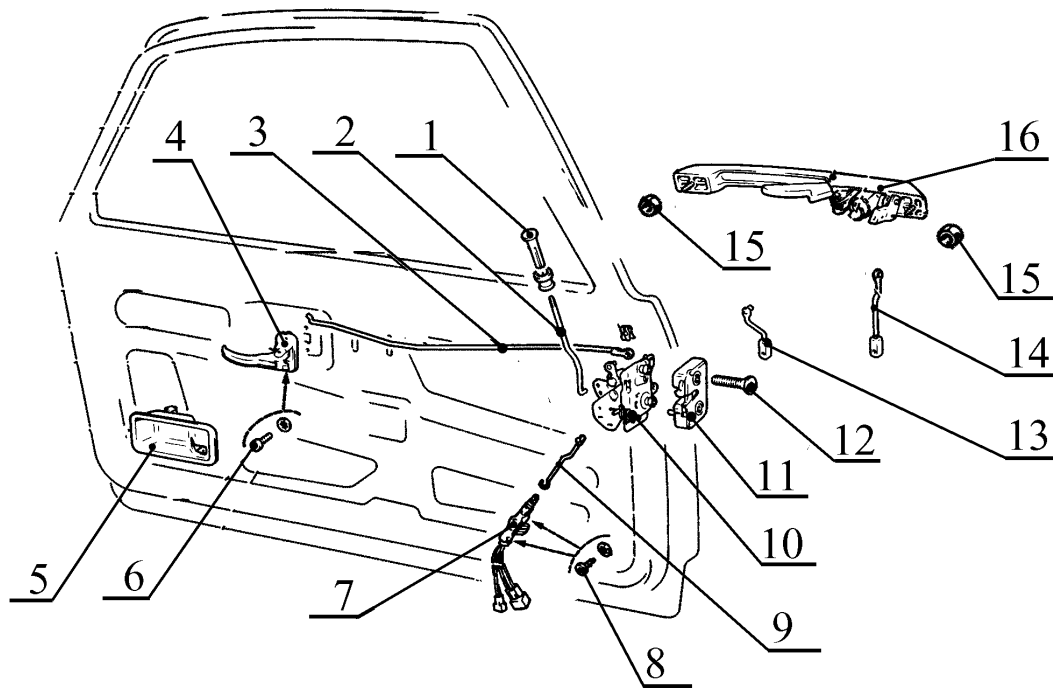

Рис.1. Арматура передней двери:
1.20 Отвернуть два винта 8, рис.1, крепления моторедуктора блокировки замка двери, отсоединить тягу 9 от замка и извлечь моторедуктор 7 из проема двери (отвертка крестообразная).